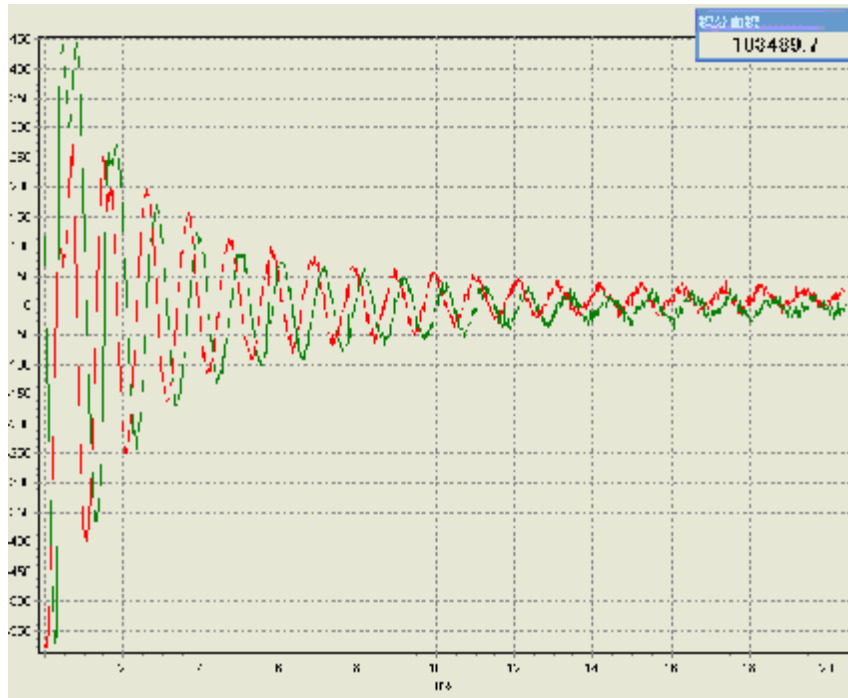

图 1
- 4、单击工具栏上的  Demo 按钮，进入脉冲序列选择对话框。选择硬脉冲 FID 序列，并设置采集的射频频率为中心频率附近的一个合适值，再使用  GS 按钮进行连续单次采集，观察 FID 信号如图 1 所示(此步骤参照本实验教程第二节步骤 4)。